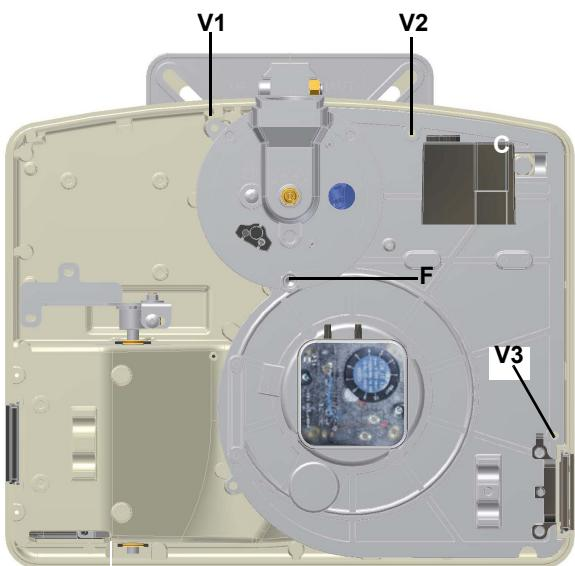

Fig. 28
- Desmonte, controle y limpíe la cabeza de combustión (véase Fig. 28 y siguientes)
- 1 desmontar la placa componentes C del quemado, removiendo los tornillos V1, V2, V3, V4 y el perno de fijación F (Fig. 28);